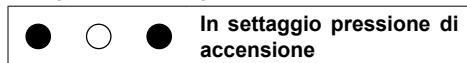

Figura 7.7
- Per settare la pressione di accensione del bruciatore le spie di segnalazione 3 devono essere visualizzate come in Figura 7.7 (legenda spie Figura 7.4).